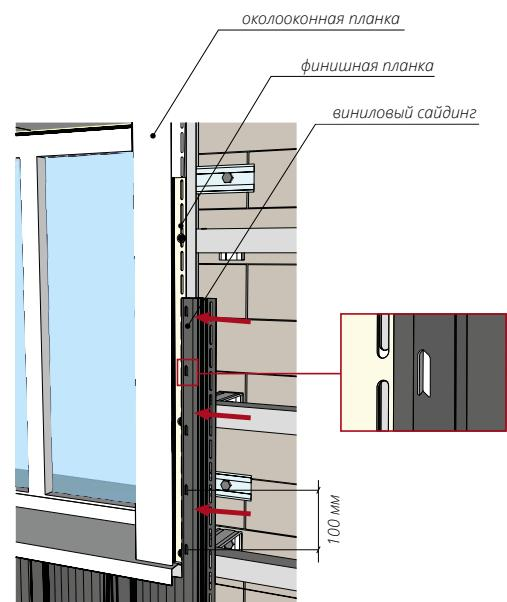

Рисунок 76
15.6 При монтаже сайдинга вокруг оконного, дверного или прочего проема, происходит согласно пункту 14 и общим правилам монтажа. Сайдинг подрезается по размеру, делаются насечки (описано выше) и фиксируется в финишной планке (рис. 76).